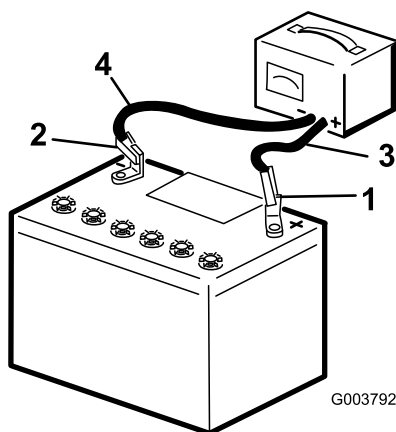

Figura 60
3. Collegate il cavo di ricarica positivo al polo positivo della batteria (Figura 60).
4. Collegate il cavo di ricarica negativo al polo negativo della batteria (Figura 60).
6. Quando la batteria è completamente carica, staccate il caricabatterie dalla presa elettrica e scollegate i cavi di ricarica dai poli della batteria (Figura 60).